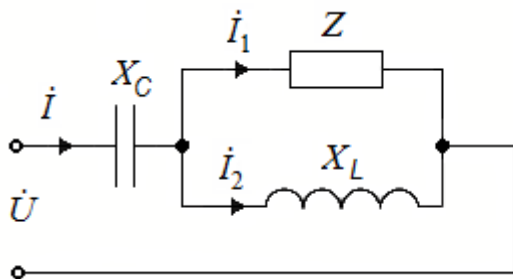

Рис. 188
2. В схеме на рис. 188 определить комплексное сопротивление Z (состоящее из последовательно соединенных активного и реактивного сопротивлений), токи \dot{I}_1 и \dot{I}_2 , если $u(t) = 282\sin(\omega t + 30^\circ)$, В; $i(t) = 1,41\cos \omega t$, А; $X_C = 73,5$ Ом; $X_L = 50$ Ом.